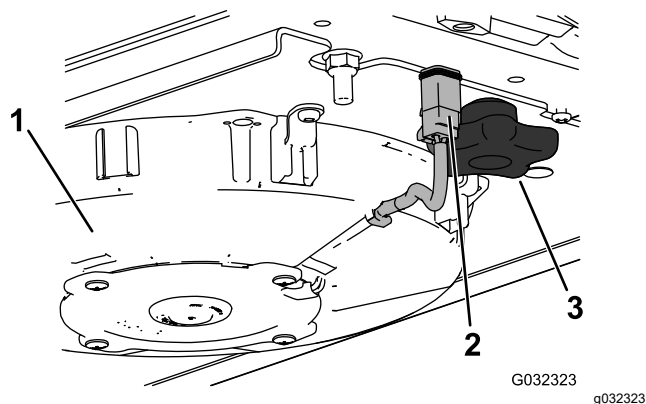
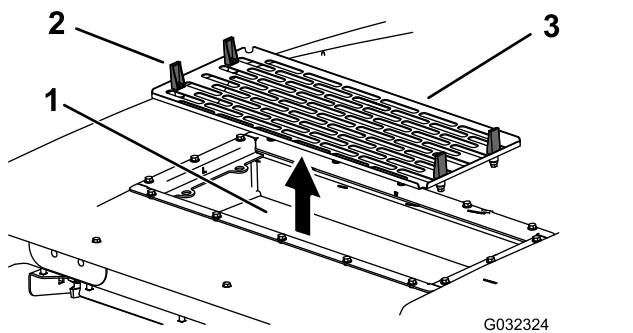

Figure 118
Figure 119
6. Reposez les filtres à air, la grille et le ventilateur (Figure 116, Figure 118 et Figure 119).
7. Rebranchez le câble de chaque ventilateur (Figure 118).